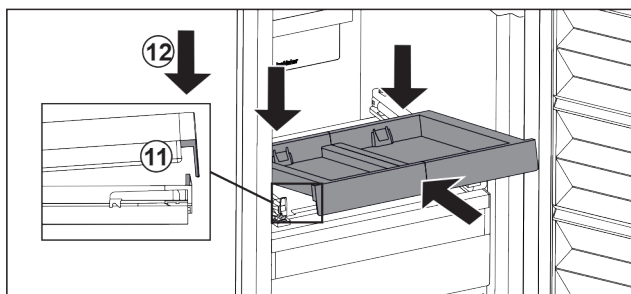

Fig. 122
- Shtyni pjerrtas brenda. Bëni kujdes që në të dyja anët ndaluesi të jetë prapa gjuhës kapëse. Fig. 122 (11)
- Uleni poshtë përpara raftin me tërheqje. Fig. 122 (12)